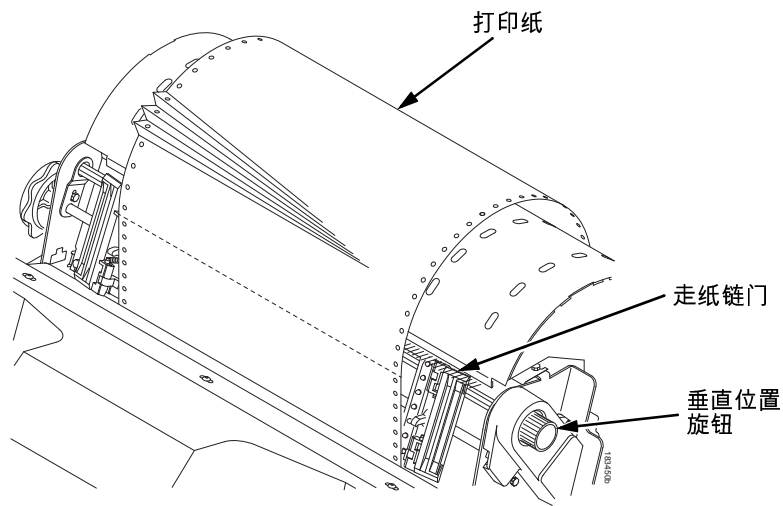

图 14. 清除卡纸故障
4. 检查送纸路径和走纸链中是否有被卡住的纸或碎纸片。 旋转垂直位置旋钮，清除所有纸片 (见 图 14)。